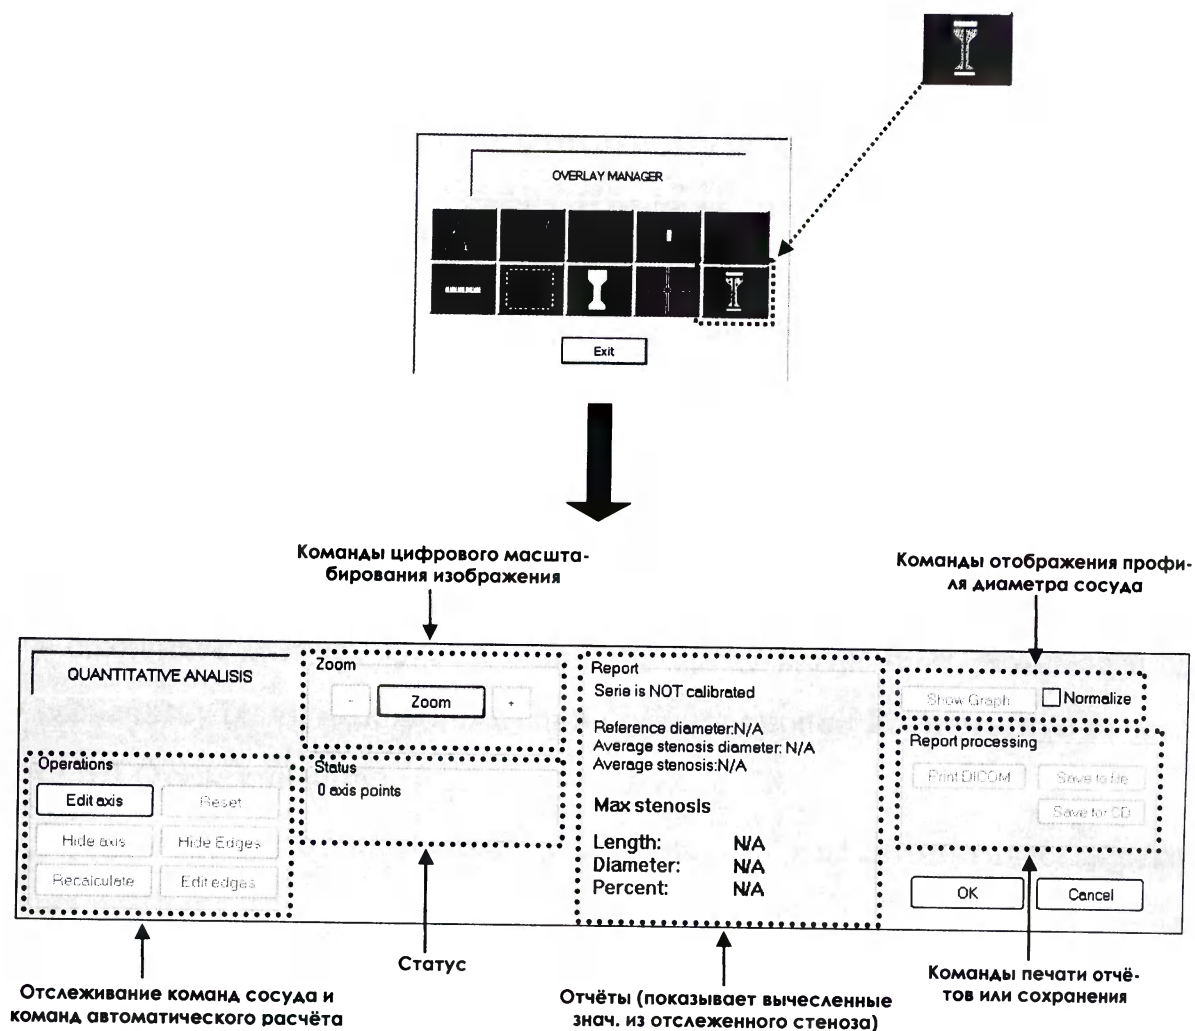

Рисунок 191
12.6.5.1 Меню **QA Стеноз** открывается из группы **Постобработка** программы **АДМИНИСТРАТОР ОВЕРЛЕЙНОЙ ЗАГРУЗКИ** (см. рисунок 191).